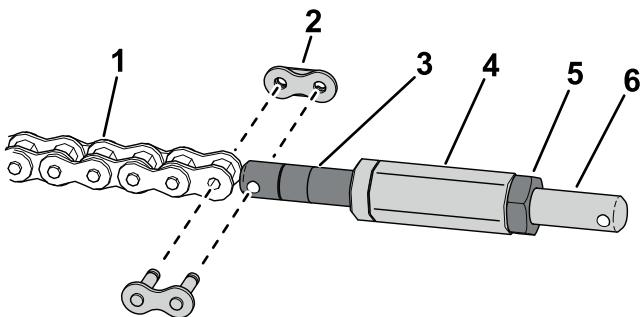

**Figure 2**
2. Utilisez des goupilles et une vis à tête hexagonale pour fixer la butée de roue sur la glissière (Figure 2).